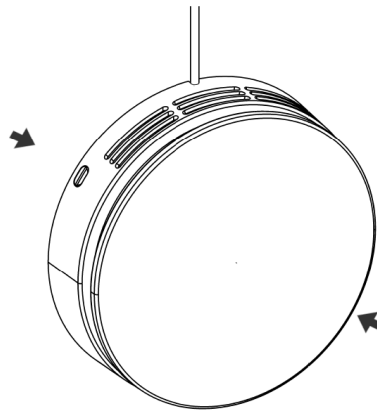

Abbildung 22 - Drücken der Schnappverschlüsse
3. Die Schnappverschlüsse drücken, sodass sie sich öffnen, siehe nachstehende Abbildung 22 unten.